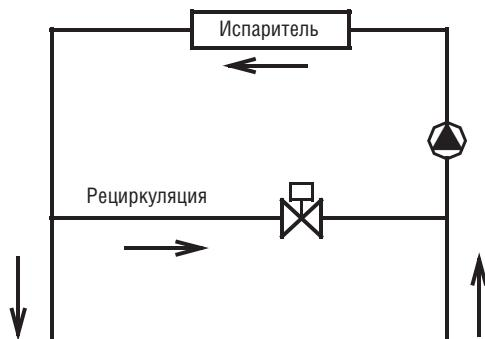

Рис. 4-3
- c. Входная труба испарителя должна быть снабжена реле протока воды, чтобы обеспечить защиту модуля от разрыва потока. С обоих торцов реле протока воды должны быть прикреплены горизонтальные прямые отрезки трубы, длина которых в пять раз превосходит диаметр впускной трубы. Реле протока воды должно устанавливаться в строгом соответствии с указаниями по монтажу и регулировке пульта управления расхода (см. рис. 4.3 и 4.4). Провода реле протока воды должны подсоединяться к электрораспределительному шкафу с помощью экранированного кабеля (дополнительные сведения см. на схеме элементов электрического управления). Рабочее давление регулятора расхода равно 1,0 МПа, а диаметр согласующего отверстия — 1 дюйм (25,4 мм). После подсоединения трубопроводов реле протока воды будет настроен надлежащим образом согласно номинальному расходу воды модуля.